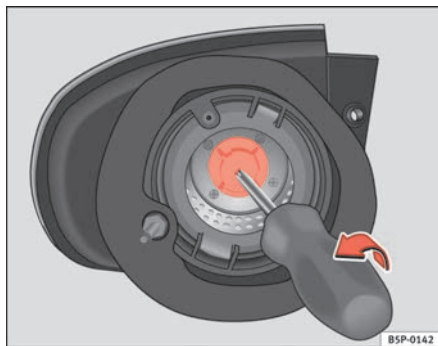

Abb. 193 Blinklicht
- Die Fassung des Blinkers mit einem Schraubenzieher in Pfeilrichtung herausnehmen (siehe ⇒ Abb. 193).